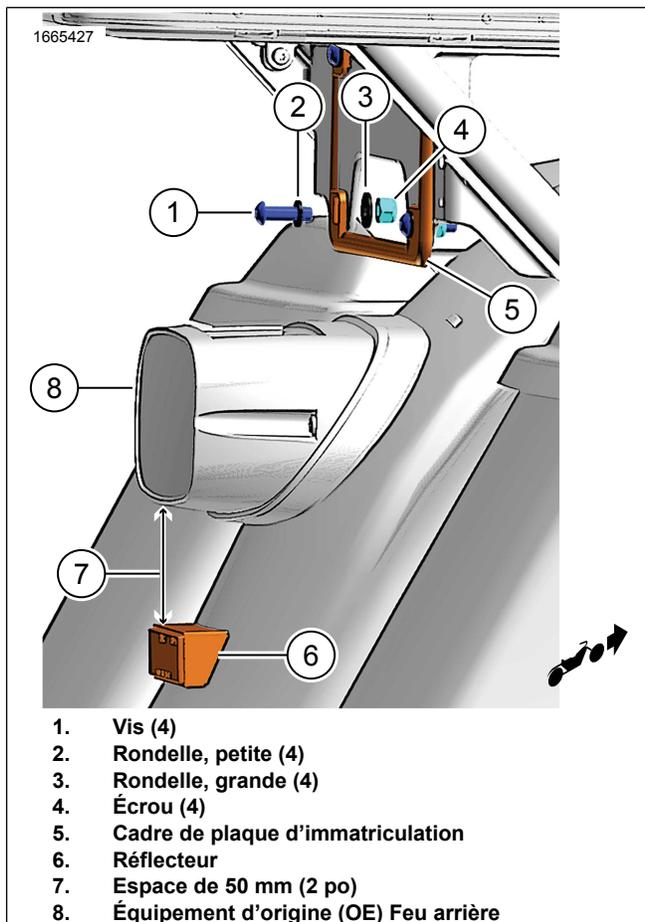

Figure 2. Installation du cadre de plaque d'immatriculation et du réflecteur
1. **Kit 67900645** :Figure 2 Installer le cadre de plaque d'immatriculation (5) sur la plaque d'immatriculation au moment de l'installation sur la fixation.
2. Fixer à l'aide des vis (1), rondelles (2), rondelles (3) et écrous (4).
- a. **Fixation sur le Tour-Pak** : Les rondelles (3) ne sont pas installées sur les fixations supérieures.
3. **Kit 67900653** :Figure 2 Installer le cadre de la plaque d'immatriculation (5) en utilisant les vis, écrous et rondelles appropriés au moment de l'installation sur la fixation.
2. Figure 2 Installer le réflecteur (6) à approximativement 50,8 mm (2 po) (7) de la partie inférieure du feu arrière (8).
8. Maintenir le réflecteur (6) en position par une pression constante pendant une minute pour permettre une bonne adhérence.